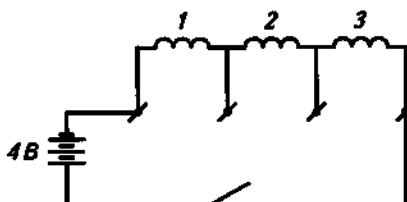

Рис. 81. Подключение
2. Изучите электрическую схему подключения катушки электромагнита к источнику питания (рис. 81).